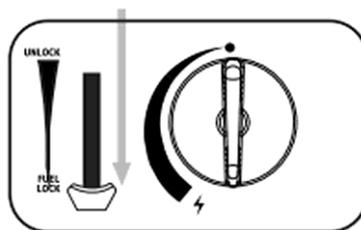

Fig. 8
4. A continuación, coloque la palanca de bloqueo de cartucho (20) en posición FUEL LOCK (13). (Fig. 8).